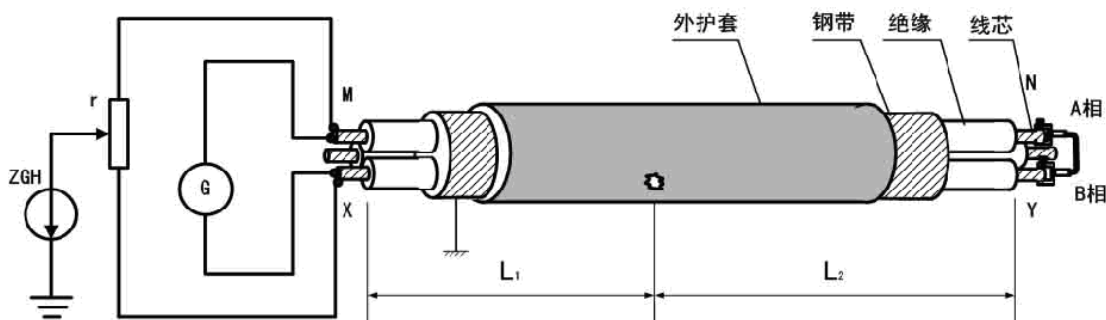

图 3 电桥接线图
15、利用 Murray 电桥对击穿点定位是经典的办法，方便而准确。电桥法的依据是线芯（或屏蔽层）电阻均匀，与长度成比例。图 3 为一典型用法。